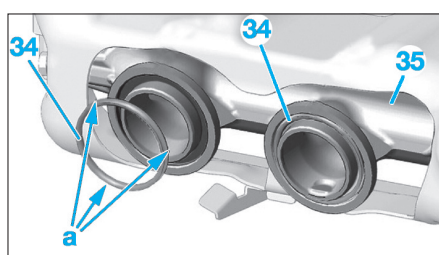

Fig. 57
• Reposer deux joints neufs (34) sur le collecteur d'échappement (35) en orientant les ergots vers le collecteur d'échappement (35) (en a) (Fig.57).